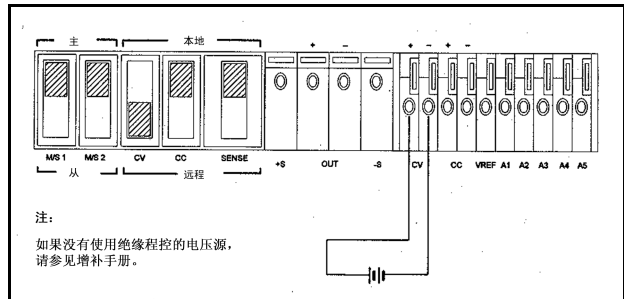

图 7，远程电压程控，恒定电流
**远程程控，恒定电流。**图 7 显示了用于输出电流时远程电压控制的后面板开关设置和端子连接。远程程控电流改变 1 Vdc，就会导致输出电流的改变（电压增益），如下：E3614A: 0.6 Adc；E3615A: 0.3 Adc，E3616A: 0.17 Adc，E3617A: 0.1 Adc